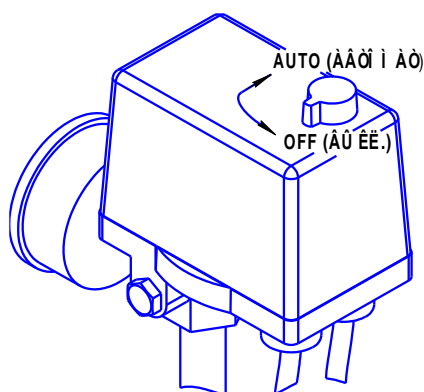

Рисунок 4
- 1 Проверьте, чтобы выключатель на прессостате находился в выключенном положении "OFF" (см. рисунок 4).
- 1 Выключить компрессор выключателем на прессостате. Для этого необходимо переключить выключатель в положение "OFF" (см. рисунок 4). После этого остановится электродвигатель и произойдет сброс давления из нагнетательного воздухопровода и поршневого блока.
7.3.2 Компрессор оборудован устройством защиты от перегрузок. При нарушении питания электрической сети, а также при работе с ПВ более 60% возможно автоматическое срабатывание защиты двигателя. Для пуска компрессора после срабатывания защиты выполните следующие действия: после того, как двигатель остынет до допустимой температуры переключите выключатель на прессостате в положение "OFF" (см. рисунок 4), а затем включите компрессор, переключив выключатель в положение "AUTO".